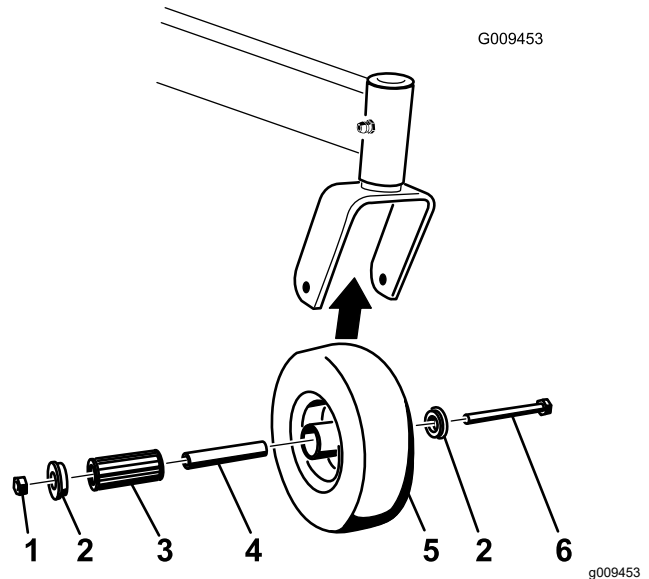

Figure 60
1. Enlevez le contre-écrou et le boulon qui fixent la roue pivotante à la fourche (Figure 60).
2. Enlevez une bague, puis sortez la douille pour clé et le roulement à rouleaux du moyeu de roue (Figure 60).
3. Enlevez l'autre bague du moyeu, puis nettoyez la graisse et les saletés éventuellement présentes dans le moyeu (Figure 60).
Remarque: Remplacez les pièces endommagées ou usées (Figure 60).
5. Placez une bague dans le moyeu (Figure 60).
6. Lubrifiez le roulement à rouleaux et la douille pour clé, et insérez-les dans le moyeu (Figure 60).
7. Mettez la deuxième bague dans le moyeu (Figure 60).
8. Fixez la roue pivotante dans la fourche à l'aide du boulon et du contre-écrou (Figure 60).
9. Serrez le contre-écrou jusqu'à ce que la base de la douille pour clé soit en appui contre l'intérieur de la fourche (Figure 60).